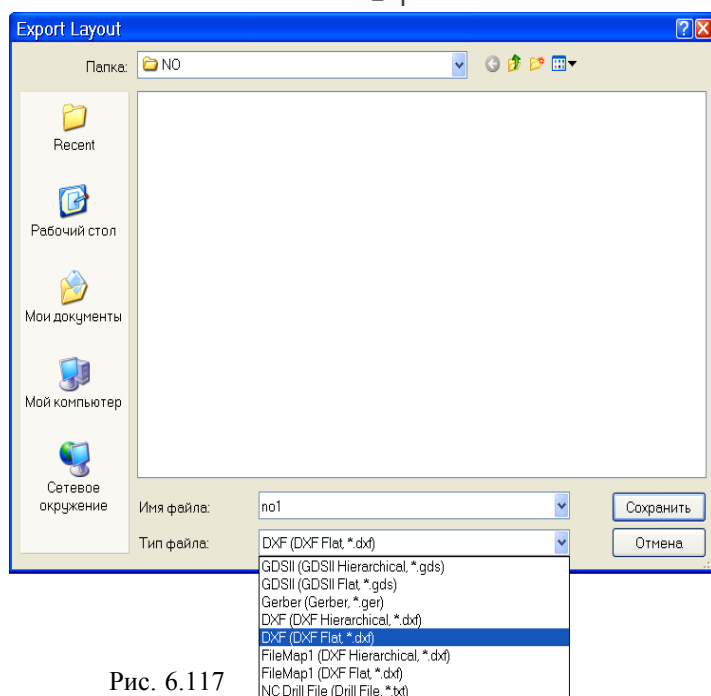

Рис. 6.117
2. Щёлкните правой кнопкой мышки по имени электромагнитной структуры **no** в окне просмотра проекта и выберите **Export Layout**. Или выберите в меню **Layout>Export>Layout**. В открывшемся окне (рис. 6.117) выберите папку для размещения файла. В поле **Имя файла** введите **no1**. В поле **Тип файла**, щёлкнув по кнопке в правом конце этого поля, выберите таблицу соответствия для экспорта **DXF(DXF Flat, *.dxf)**, которую мы ранее определили для третьего слоя. Нажмите **Сохранить**. В AutoCAD